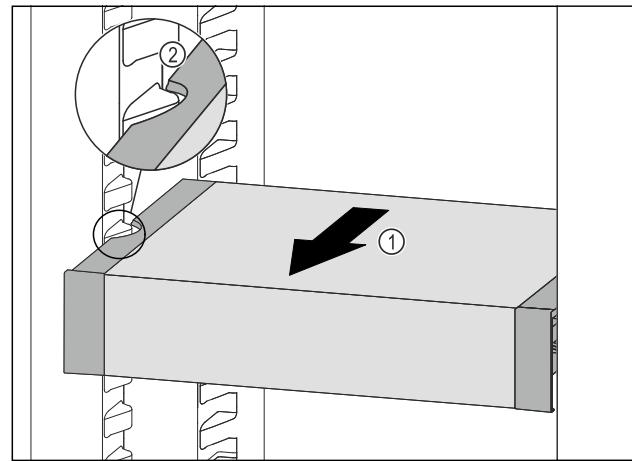

Fig. 123
- Tirer le VarioSafe vers l'avant Fig. 123 (1) jusqu'à ce que les encoches latérales du VarioSafe se trouvent au niveau de la nervure du bac dans la partie réfrigérateur. Fig. 123 (2)